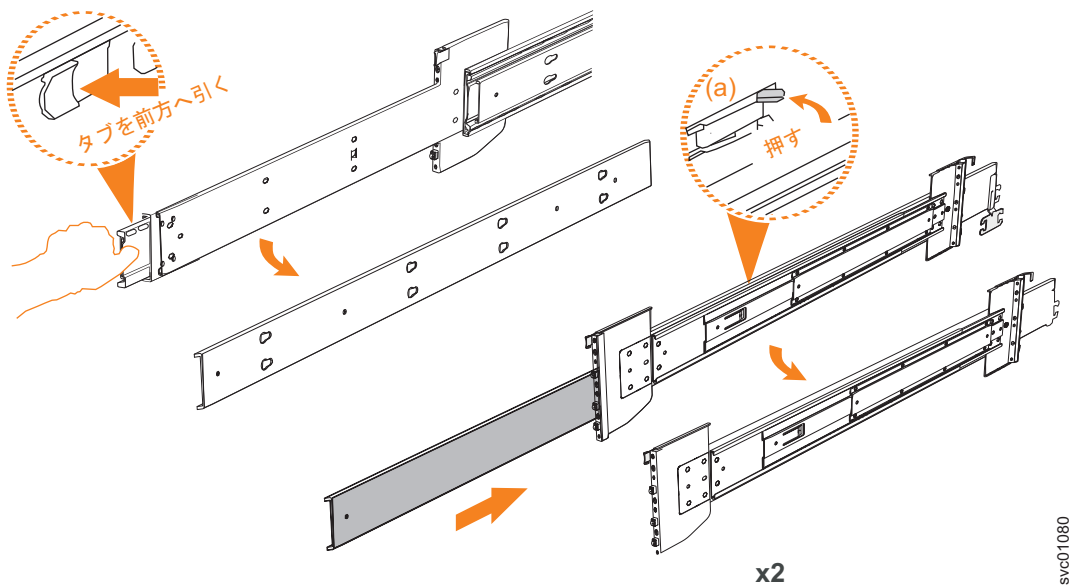

図 55. レールの内部セクションの切り離し
3. レールの内部メンバーを取り外します。タブ (**a**) を押し、中央のレール・メンバーをスライドさせて戻します ( 70 ページの図 55 を参照)。